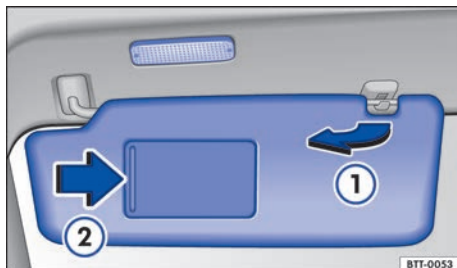

Fig. 76 Para-sol
- Retirar do suporte e girar na direção das portas → Fig. 76 ①.
No para-sol rebatido para baixo há um espelho de cortesia atrás de uma cobertura. Ao abrir a cobertura → Fig. 76 ② uma lanterna se acende. ▶